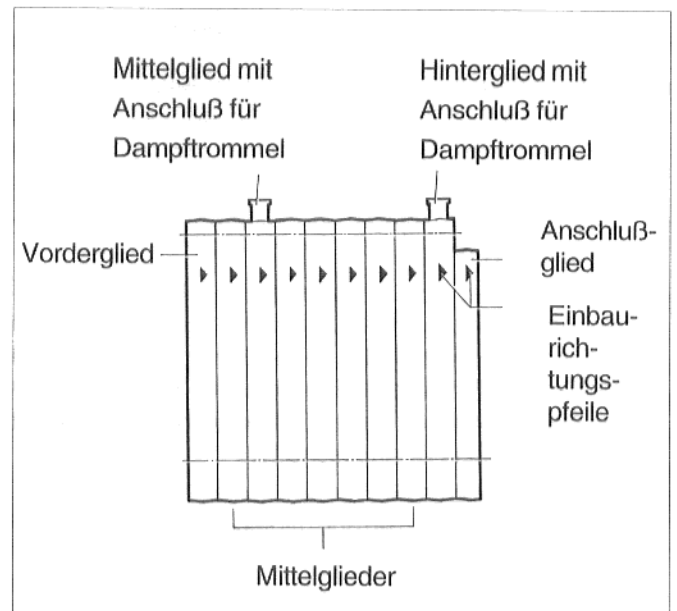

Abb. 7 Prinzipabbildung
Beim Zusammenbau auf die Richtungspfeile Abb. 7 achten und nach Tabelle vorgehen.
**Mittelglied mit oberem Dampfabgang bei 7 bis 8 gliedrigem Kessel als 4-tes - und bei 9 bis 12 gliedrigem Kessel als 6-tes Mittelglied von hinten montieren (s. a. S. 7 Abb. 7 und zugehörige Tabelle).**